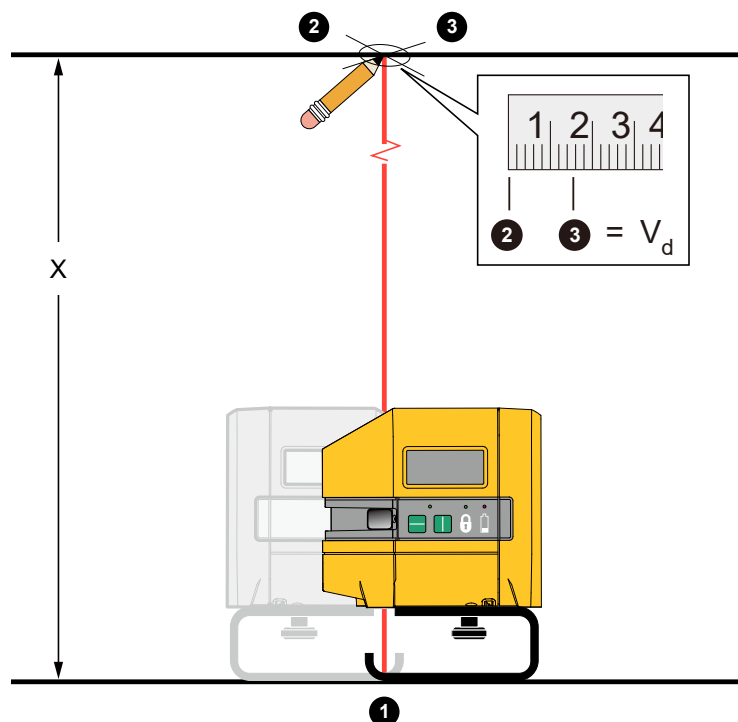

Figur 8. Noggrannhet för vertikal laser
3. Sätt en kryssmarkering (markering 1) på golvet som centrerats på markeringen på dörrkarmen. Se Figur 8.
7. Sätt en kryssmarkering ① på dörrkarmen ovanför markering 1.
9. Sätt en till kryssmarkering ② på dörrkarmen ovanför markering 1.